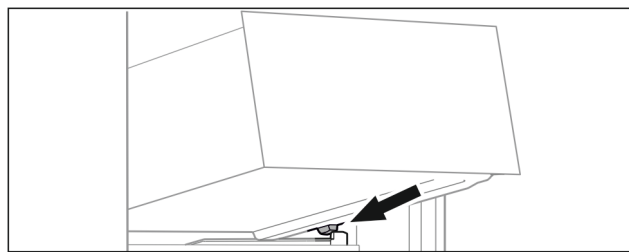

Fig. 139
- ▶ 将抽屉斜放在容器肋梁上的止动器后面。(参见 Fig. 139)